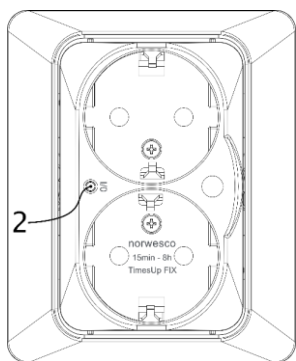

Bild 1
När installationen är klar skall ett funktionstest utföras enligt följande: När matningen fram till uttaget är spänningssatt, se till att dioden på uttaget inte lyser. Kontrollera att uttagen är spänningslösa. Tryck sedan in Till- och frånknappen (pos. 2 bild 1). Knappen skall nu lysa rött vilket indikerar att timertiden aktiverats och att uttagen nu är spänningssatta. Kontrollera att uttagen är till.
På uttagets framsida finns en till- och frånknapp (pos. 2 bild 1) som aktiverar uttagen vid vald gångtid, den är märkt I/O